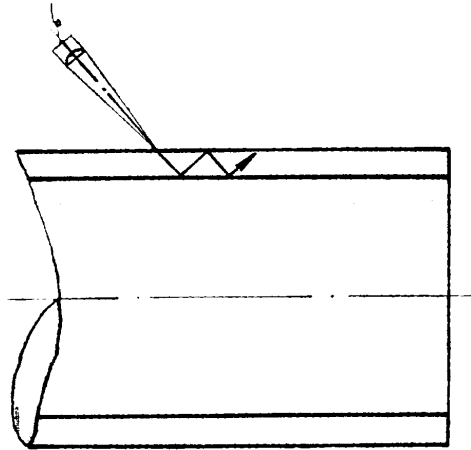

图3 横向检查
5.1 在技术文件中若规定要检查垂直于管子轴线的横向缺陷,可按图 3 所示的方法用 45° 折射横波进行轴向检查。